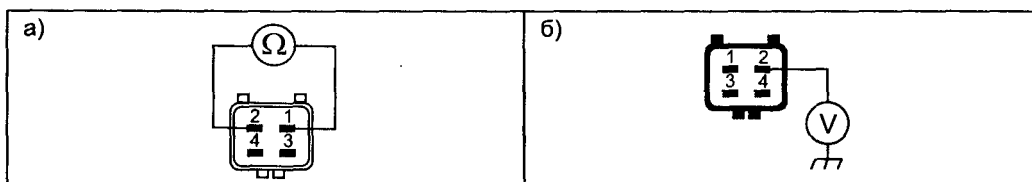

Рис. 2.7.10. Система контроля выпуска
- отключить разъем λ зонда и при включенном зажигании проверить наличие «+12 В» на контакте «2» разъема жгута (см. рис. 2.7.10б), если питание отсутствует, проверить замок зажигания, предохранители EFI, IGN, реле K46 и соответствующие соединения;
- проверить сопротивление обмотки нагревателя, контакты «1—2» разъема λ -зонда (см. рис. 2.7.10а), его величина должна быть в пределах 1,5...2,1 Ом;